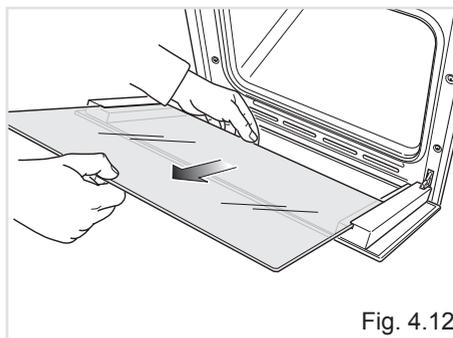

Fig. 4.12
- Sfilare delicatamente il vetro interno (fig. 4.12).